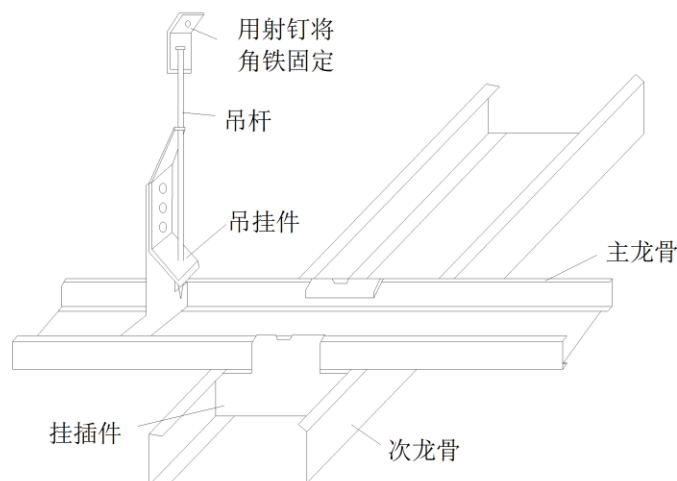

图 3.2.4 主、次龙骨连接
3.2.4.1 安装次龙骨：在覆面次龙骨与承载主龙骨的交叉布置点，使用其配套的龙骨挂件（或称吊挂件、挂搭）将二者上下连接固定，龙骨挂件的下部勾挂住覆面龙骨，上端搭在承载龙骨上，将其 U 型或 W 型腿用钳子嵌入承载龙骨内（见图 3.2.4）。双层轻钢 U、T 型龙骨骨架中龙骨间距为 500-1500mm，如果间距大于 800mm 时，在中龙骨之间增加小龙骨，小龙骨与中龙骨平行，与大龙骨垂直用小吊挂件固定。